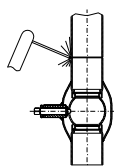
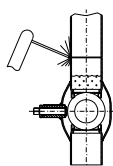
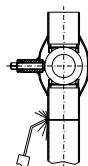

Bild 2a
Bild 2b
Bild 3
- 3.4.6 Då man fäster ventilen i ett lodrätt rör skall ventilen vara helt öppen då man svetsar den övre fogen (Bild 2a). Man kan svetsa den övre fogen med ventilen stängd men då skall ventilen vara vattenfylld (Bild 2b). Då man svetsar den undre fogen med gas skall ventilen vara stängd (Bild 3). Speciellt vid gassvetsning skall man undvika att värma upp ventilen för mycket, se 3.4.9.